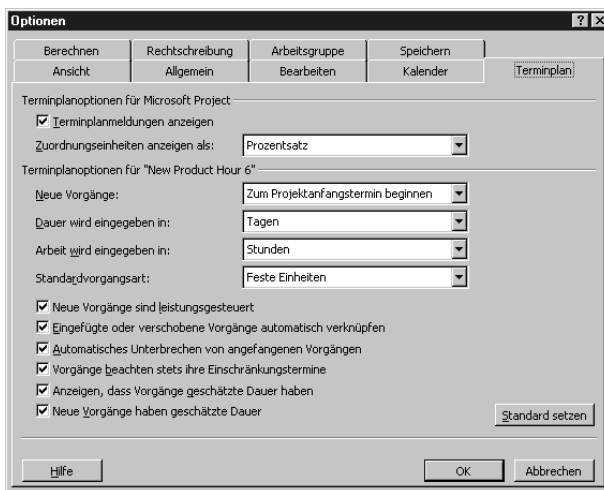

Abbildung 6.9:
1. Gehen Sie auf EXTRAS, OPTIONEN. Das Dialogfeld OPTIONEN wird angezeigt. Wählen Sie die Registerkarte TERMINPLAN aus (siehe Abbildung 6.9).